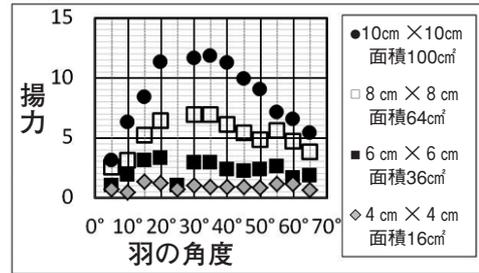

図2 正方形の羽1枚の揚力
- (1) まず、簡単な正方形の羽を厚紙で作って、羽の大きさと角度を変えた実験をした(図2)。
- ①羽の面積が大きい程、揚力は大きくなった。
- ②揚力は角度とともに大きくなるが、ある角度をピークに小さくなってゆく。